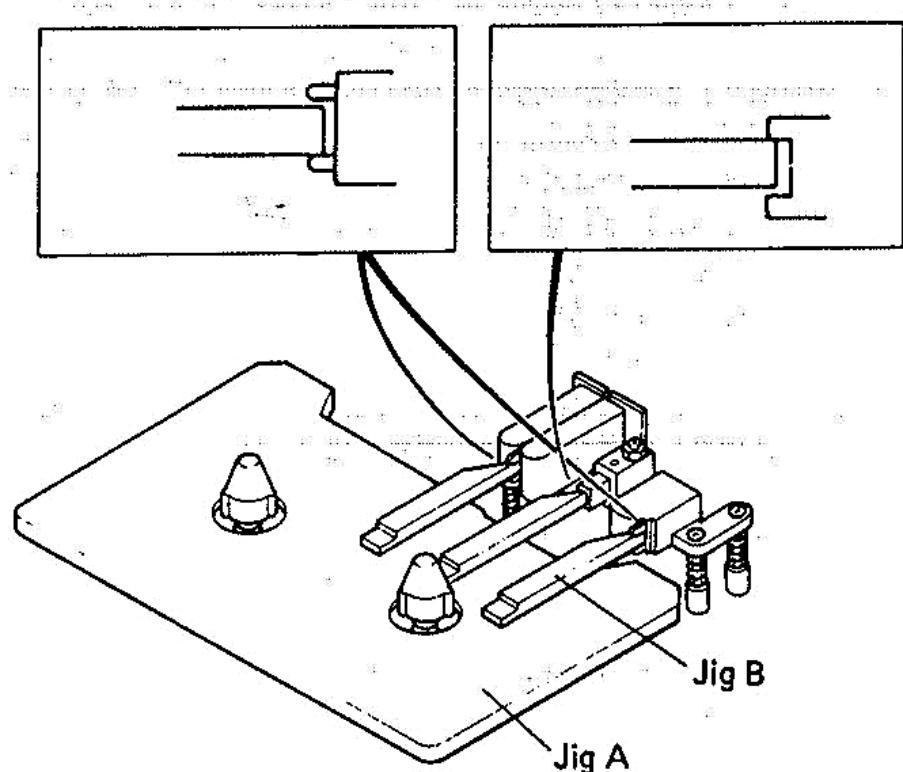

Fig. 2-3
- Set head adjustment jigs A and B as shown in Fig. 2-3, and enter play mode.
- ヘッド調整治具A、BをFig. 2-3のようにセットする。